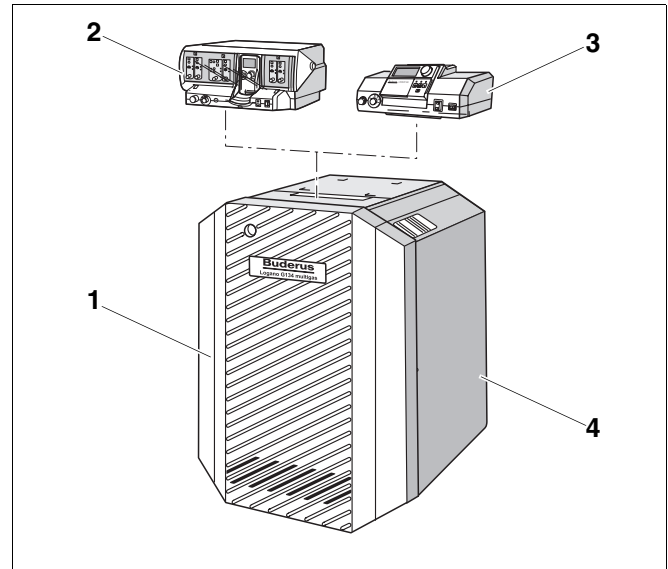

Abb. 1 Gas-Spezialheizkessel Logano G134 multigas
Der Gas-Spezialheizkessel Logano G134 multigas (Abb. 1) ist werkseitig komplett mit integriertem Brenner und Regelgerät ausgestattet.
Die Hauptbestandteile des Gas-Spezialheizkessels Logano G134 multigas (Abb. 1) sind:
- Kesselmantel mit Wärmeschutz (Abb. 1, **Pos. 4**) und Kesselvorderwand (Abb. 1, **Pos. 1**).
- Regelgerät (Abb. 1, **Pos. 2** oder **3**).